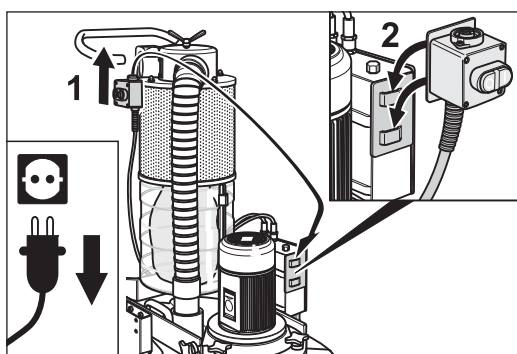

Abb. 92 Den Ein-/Aus-Schalter am Fahrgestell aufhängen (1) und in die Transporthalterung am Schaltkasten einhängen (2).
- 5 Hängen Sie den Ein-/Aus-Schalter am Fahrgestell aus (Abb. 92, 1) und in die Transporthalterung am Schaltkasten ein (Abb. 92, 2).